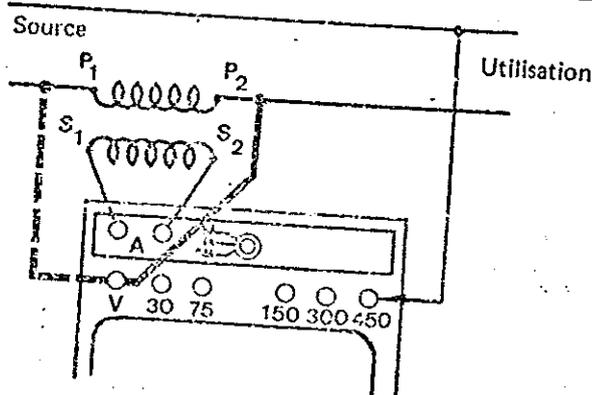

FIGURE 4
- Relier les bornes secondaires (S 1 et S 2) du transformateur aux bornes A du wattmètre et placer le commutateur sur le calibre 5 A (figure 4).